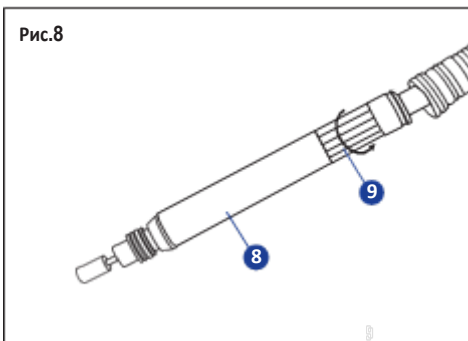

Рис.8
Поверните выключатель / регулятор скорости (9) против часовой стрелки, чтобы выключить инструмент (Рис. 8).